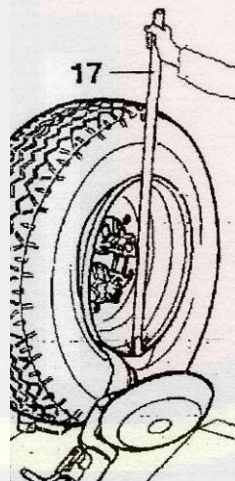

Рисунок 18
- В. Поворачивайте колесо и одновременно подводите крюк-бортоотгибатель, чтобы вставить его между ободом и бортом, пока он не зацепится за борт (см. Рисунок 18).
- Е. Вставьте рычаг LA (поз. 17, Рисунок 18) между ободом и бортом справа от устройства.
Л. Вставьте рычаг LA (поз. 17, Рисунок 18) между ободом и бортом справа от устройства.